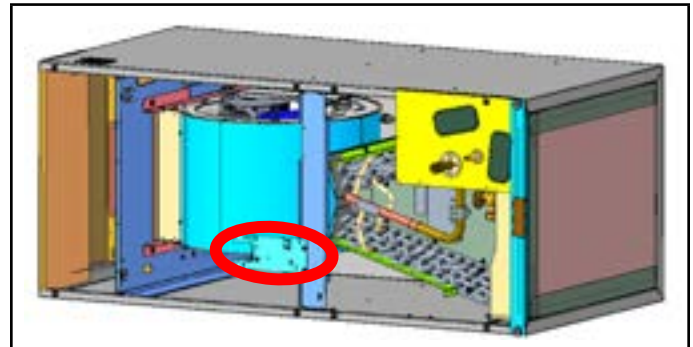

FIGURA 12
- 3 - Después de volver a colocar el conjunto del serpentín y el soporte central en la unidad y quitar los paneles de la unidad de manejo de aire, instale el conjunto del soporte del sensor en el soporte central alineando los orificios, como se muestra en la FIGURA 12.